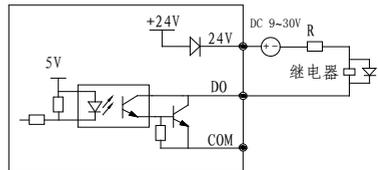

图 2-13 多功能输出端子开关量输出接线方式2
2) 多功能输出端子DO作为开关量输出时也可使用外部电源，9~30V，接线方式请参见图2-13。